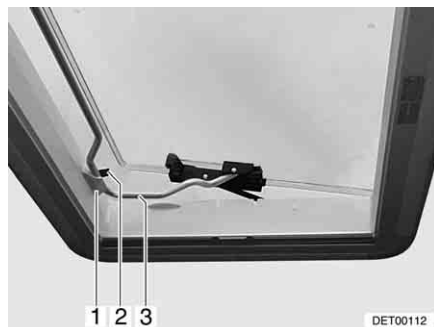

Fig. 60 Oblò Heki in posizione di ricircolo d'aria 2
- Inserire la staffa (Fig. 60,3) nel supporto (Fig. 60,1).
- Sistemare la leva (Fig. 60,2) sulla staffa.